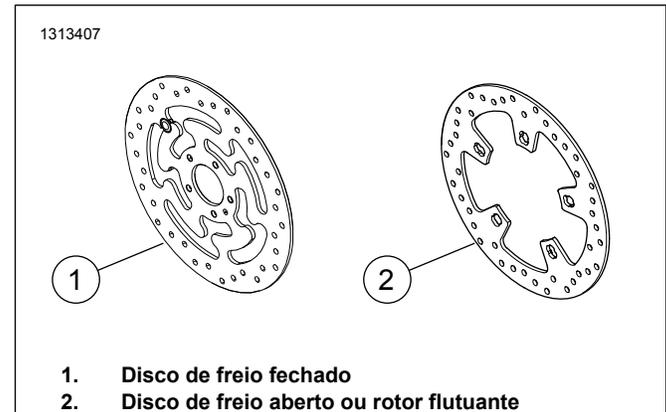

Figura 1. Estilo do disco do freio dianteiro
- Parafusos do disco de freio (consulte Figura 1 e Tabela 1)